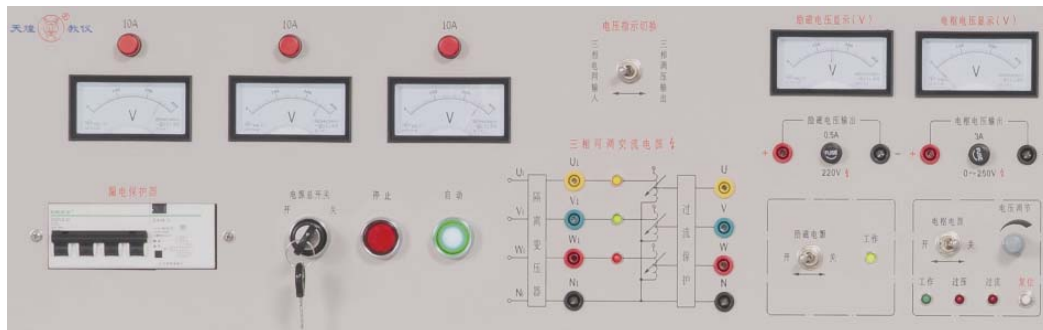

图6 平台电气控制面板（左半部分）
① 参考图6，依次打开实验台控制面板上的【漏电保护器】、【电源总开关】，此时【停止】指示灯亮。
参考图6，依次打开实验台控制面板上的【漏电保护器】、【电源总开关】，此时【停止】指示灯亮；参考图7，打开网孔板上的【控制电源开关】，网孔板各模块得电；按下【启动】按钮，【启动】指示灯亮，三相隔离变压器得电；打开实验台控制面板上的【励磁电源开关】。